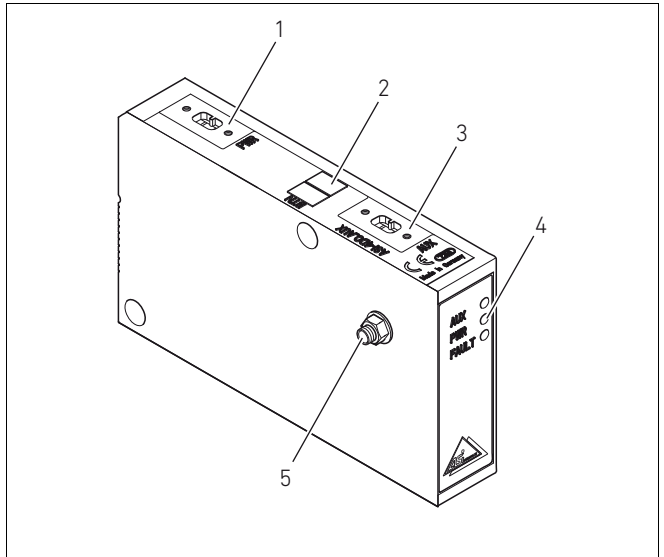

Abb. 5: Buskoppler, Beispiel 4DO-AUX
Im Auslieferungszustand ist die Schraube für den FE-Anschluss in der EP-Endplatte des VS HF04 eingeschraubt. Wahlweise kann der FE-Anschluss **(2)** an der E-Endplatte oder direkt am AS-i (siehe Abb. 4 auf Seite 18 und Abb. 5 auf Seite 19) erfolgen.
- ▶ Bringen Sie die Erdung hier am FE-Anschluss **(2)** der E-Endplatte oder direkt am Buskoppler (siehe Abb. 4 auf Seite 18 und Abb. 5 auf Seite 19) an.